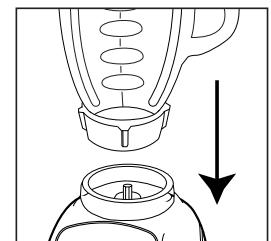

FIGURE 5
- Placez le récipient sur l'embase. (Figure 5)